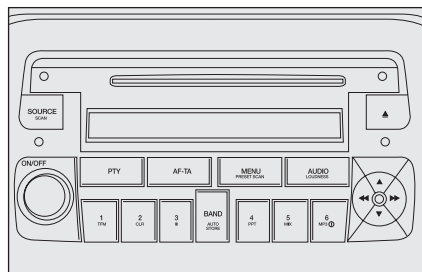

fig. 3
- ☐ con autoradio richiesta fig. 3.